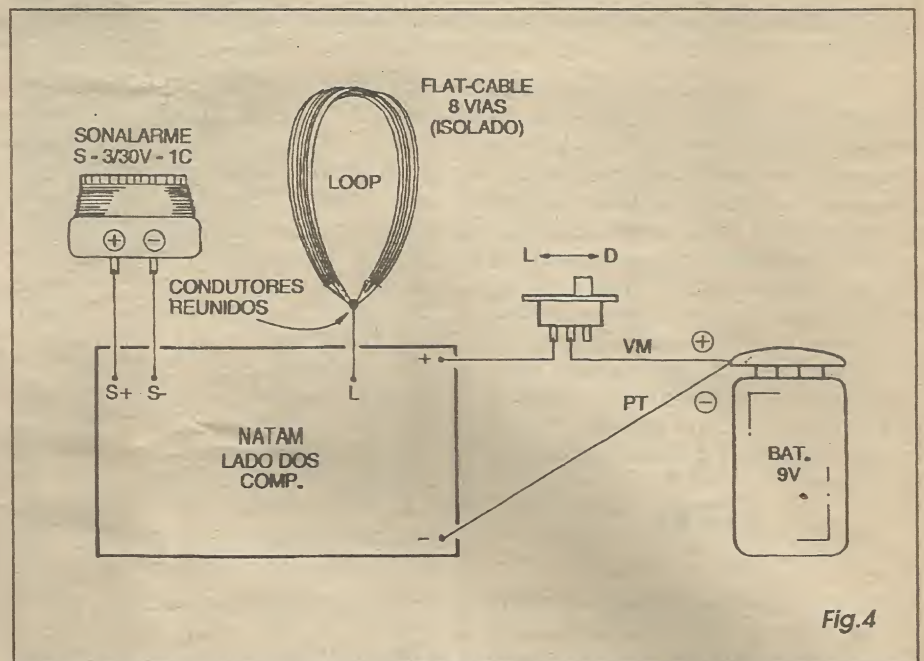

Fig.4
- FIG. 4 - CONEXÕES EXTERNAS À PLACA - O lado que está impresso é visto no diagrama, portanto, ao mesmo já mostrado na figura anterior, só que agora limpo das peças, para ficar diretamente sobre o fenómeno, não descomplicar o visual... Alguns pontos das conexões externas, merecem atenção, a polaridade da alimentação é bem clara, observando que a **velha convenção** indica o positivo através da cor **vermelha** e o negativo vindo do **clip** de metal, portanto que o **negativo** é representado pela cor **preto**... Intercalar o interruptor geral da alimentação no cabo do positivo (**vermelho**). O sinalizador piezo também necessita terminais polarizados, portanto ao corpo do
jamais se manifestando, mesmo com a mão da pessoa firmemente premindo a maçaneta...). Se isso se verificar, basta substituir o loop por uma conexão direta, conforme mostra o diagrama... Um pedaço de cabinho isolado flexível (não mais do que uns 10 cm.) deve ter uma das suas extremidades ligada ao ponto L da placa (rever FIG. 4), ficando a ponta livre do dito fio conectada a uma pequena garra jacaré... Na instalação